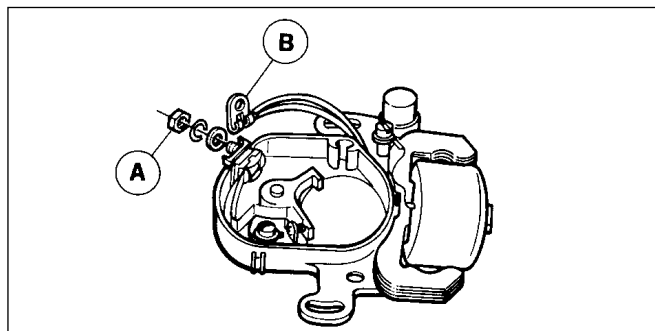

Abb. 7
- Entfernen Sie die Haltemutter **A** der Unterbrecherkontaktanschlußklemme (Abb. 7).